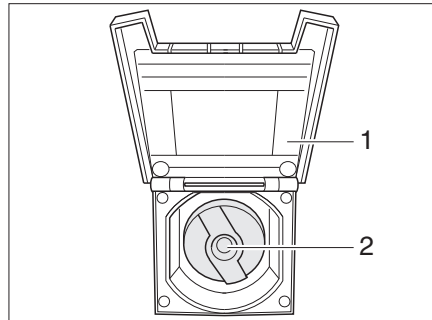

Bild 135 Lock för påfyllningsöppningen för dricksvatten
- Öppna luckan (Bild 135,1) på påfyllningsöppningen för dricksvatten.
- Stick in nyckeln i låscylindern (Bild 135,2) och vrid ett kvarts varv moturs.
- Stäng luckan (Bild 135,1).
- Öppna påfyllningsöppningen för dricksvatten (Bild 135).